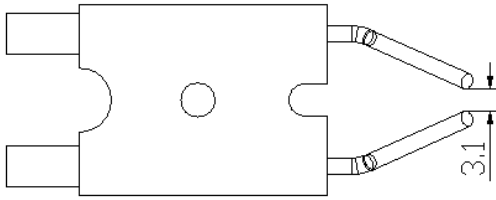

Fig.3
Curățați filtrele de aer. Scoateți capătul capacul filtrului (11), spălați filtrul de admisie a aerului (10), folosind un detergent ușor și uscați-l bine înainte de a îl re-instalare. Înlocuiți filtrul de alimentare cu aer (9) o dată pe an (Fig.3)